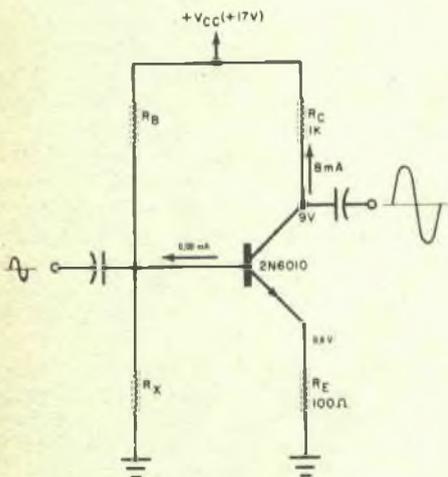

Fig. 3 - Schema utilizzato per mostrare come i vari parametri vengano utilizzati nel progetto di un circuito.
(10) H_{FE} : è il guadagno di corrente del transistore quando esso è inserito in un circuito ad emettitore comune (come mostrato nella fig. 1, nella fig. 2 e nella fig. 3) ed è più frequentemente indicato con il nome di "beta" (β) del transistore. Il beta viene definito come il rapporto tra la corrente di collettore e la corrente di base ($\beta = I_C/I_B$) ed è uno dei parametri più importanti di un transistore; esso determina il guadagno ottenibile da un circuito ed il valore dei resistori da impiegare per la polarizzazione. Può venire
Come usare questi parametri - Con l'aiuto del circuito della fig. 3, vedremo ora qual è il ruolo dei vari parametri nel progetto di un circuito, e qual è il procedimento da seguire per attuare questo progetto.